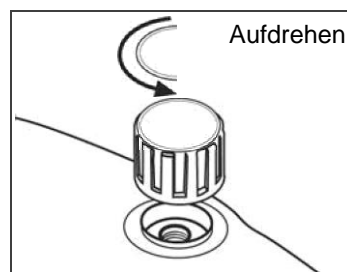

Abb. 16
Dazu den Stecker (1) für den Heizkessel ausschalten, den Dampf durch Drücken des Druckknopfes (T8) am Handgriff ablassen und den Hauptschalter (J0) ausschalten. Nachdem der Heizkessel abgekühlt ist, den Stecker aus der Steckdose ziehen und den Entkalklösler langsam aufdrehen (Abb. 16).